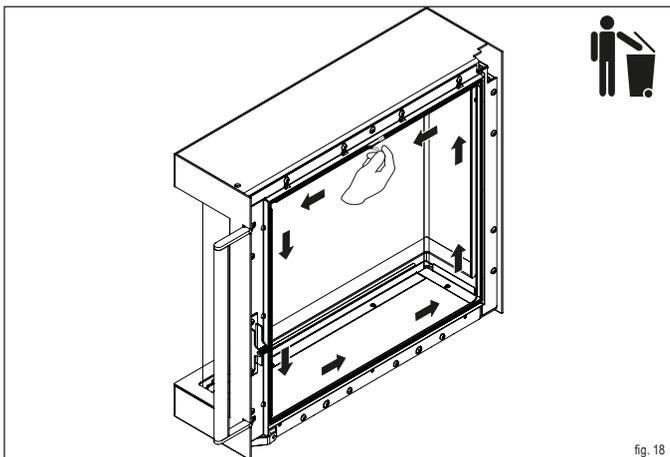

fig. 18
- ▶ Estrarre la vecchia guarnizione dalla guida tirandola da una delle estremità e smaltirla tra i rifiuti (fig. 18).